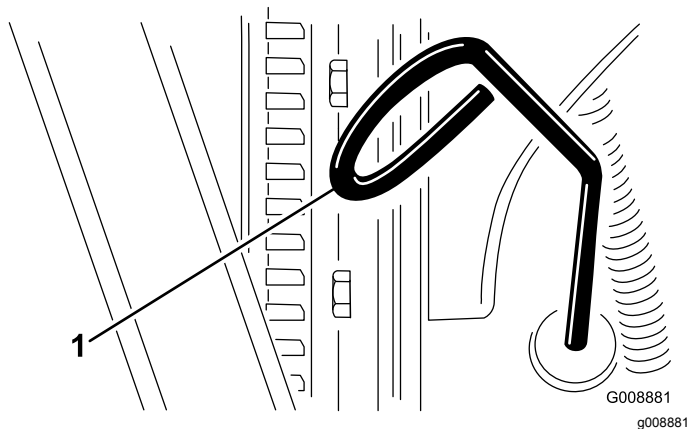

Figura 20
3. Retire la varilla, límpiela, y vuelva a colocarla (Figura 20).